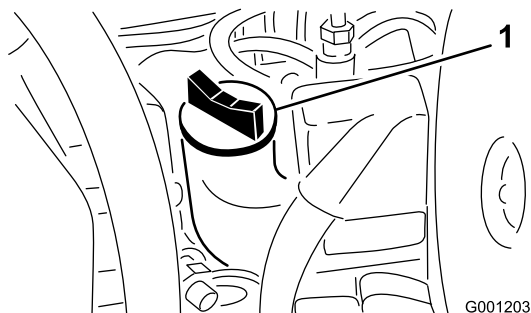

Figura 51
4. Se il livello dell'olio non raggiunge il segno di pieno, togliete il tappo di riempimento (Figura 51) e rabboccate con olio fino a portarlo al segno Full sull'asta di livello. **Non riempite troppo.**